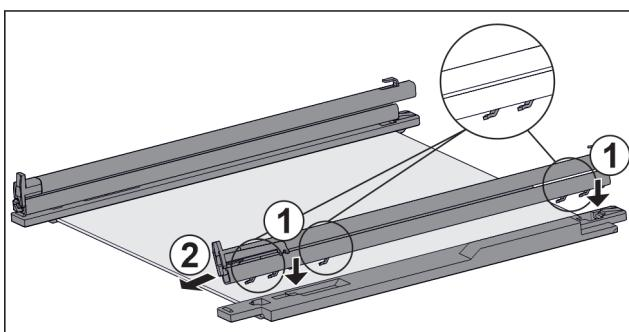

Fig. 38 Staklena ploča s vodilicama i pridržnim dijelovima
- Stavite kuke vodilice na otvore **lijevog** pridržnog dijela. Fig. 38 (1)
- Skinite vodilicu prema naprijed. Fig. 38 (2)
- Stavite kuke vodilice na otvore **desnog** pridržnog dijela. Fig. 38 (1)